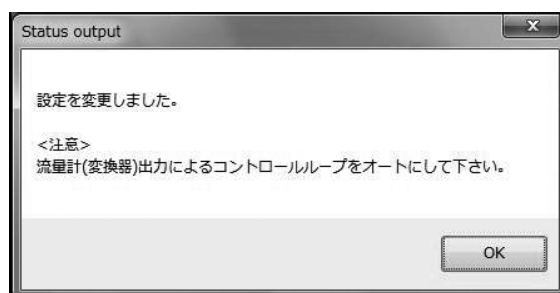

図3-43
- ⑤ 「OK」ボタンをクリックし、選択した設定値に変更されると、メッセージボックス（図3-43）が表示されますので、「OK」ボタンをクリックすれば設定は終了です。